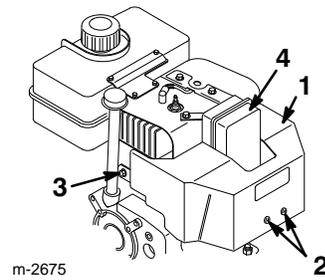

Abbildung 23
Wenn der Motor bei einer Lufttemperatur über 4°C (40°F) läuft, muß der Vergaserwärmerkasten ausgebaut werden (Abb. 23).
1. Das Kabel von der Zündkerze abziehen und darauf achten, daß es die Kerze nicht berührt (Abb. 23).
2. Zwei Kreuzschlitzschrauben, zwei Sechskantschrauben und eine Sicherungsscheibe entfernen, mit denen der Wärmerkasten befestigt ist (Abb. 23).
6. Das Zündkabel an der Zündkerze anbringen (Abb. 23).